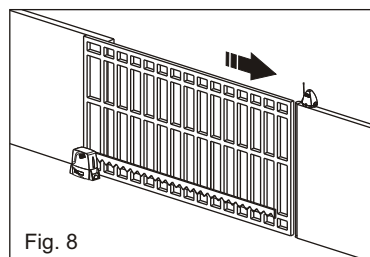

Fig. 8
10) Attendre la fin de la fermeture (Fig.8). L'autoapprentissage est terminé.